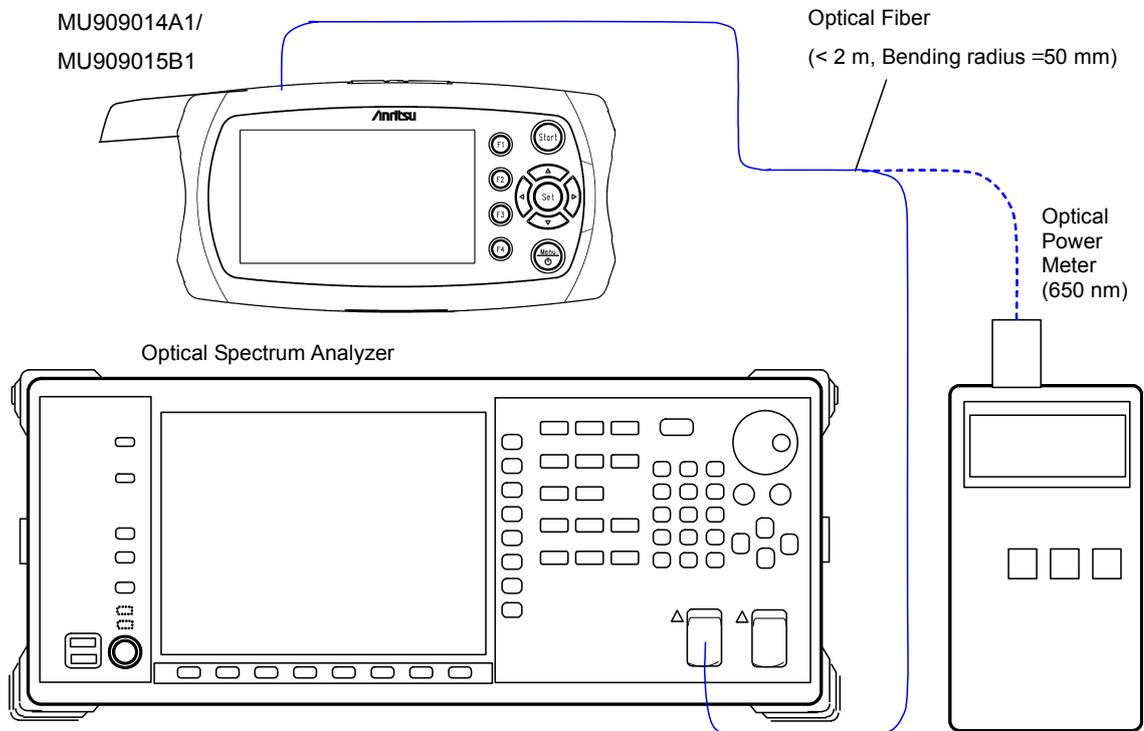

図11.1.8-1 光パワーレベルと VFL テストの波長の接続図
1. 機器を図11.1.8-1 のとおりに接続します。
8. 図11.1.8-1 のとおりに光パワーメータに本器の VFL 出力を接続します。